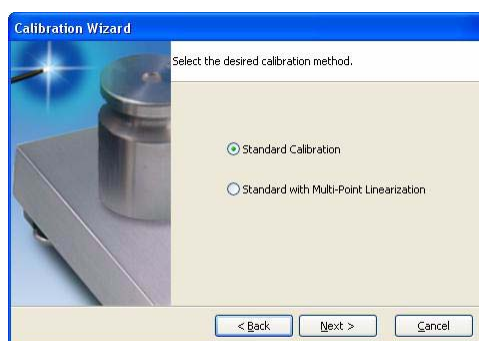

Figura 4-3. Pantalla del Calibration Wizard de Revolution III
1. En la primera pantalla del Calibration Wizard [Asistente de calibración] (ver la Figura 4-3), seleccionar si estás ejecutando una calibración estandar (cero y alcance) o una calibración lineal de puntos múltiples. Hacer clic en el botón *Next* [Próximo] para continuar.